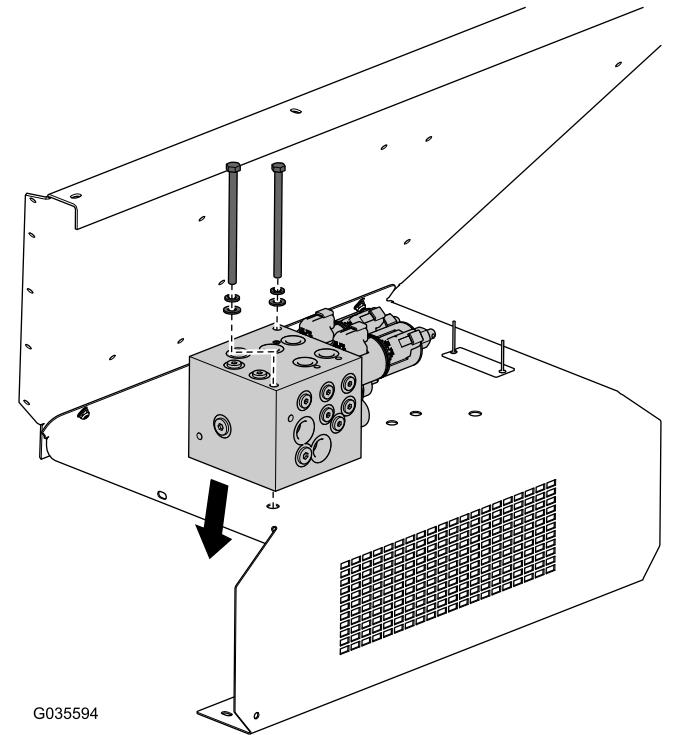

Рисунок 11
10. Установите и прикрепите коллектор к новому брызговику с помощью ранее снятых болтов с шайбами (Рисунок 11).